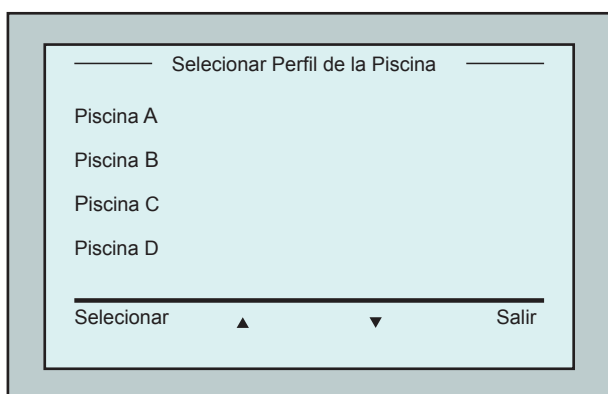

Figura 9: Pantalla Perfil de Piscina
2. En la pantalla Wave, oprima **Piscina A**. La pantalla *Perfil de la Piscina* aparece. (Figura 9).